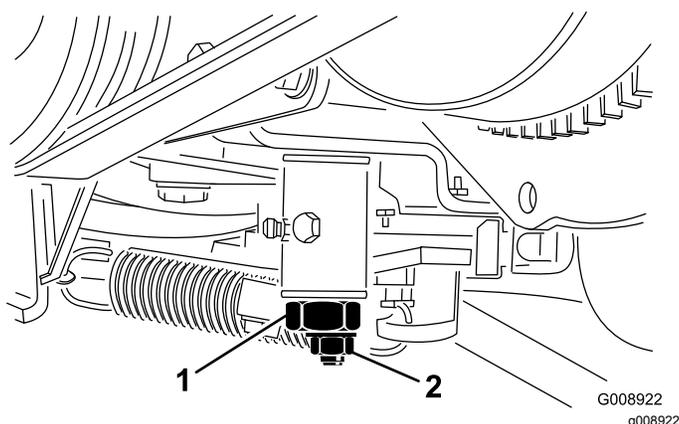

図 67
3. トラクション調整カムのロックナットをゆるめる (図 67)。